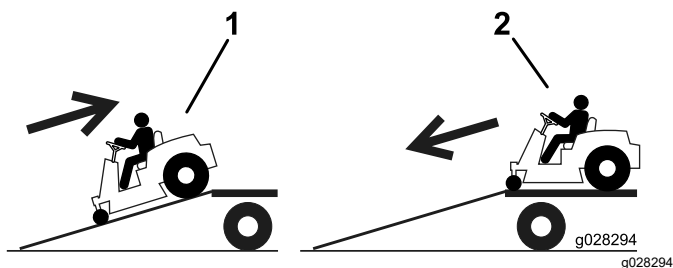

Figura 15
2. Scendete dalla rampa in marcia avanti (Figura 15).